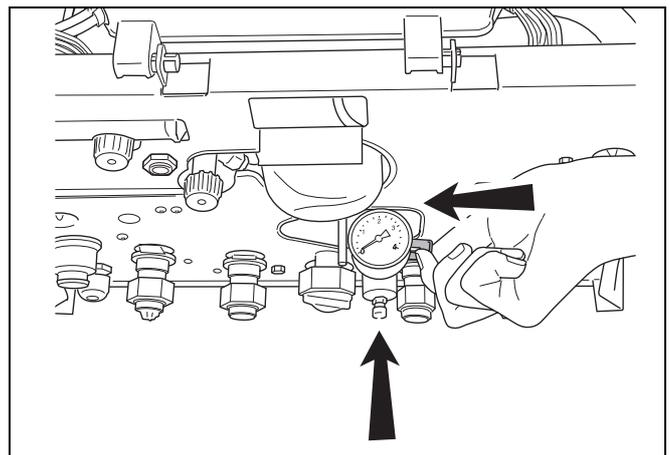

Fig. 8 Montaggio del manometro
- Montare il manometro con la tubazione di collegamento (fig. 8).